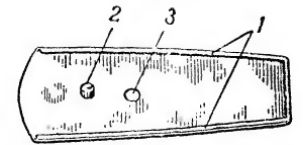

Рис. 44. Крышка магазина:
45. Крышка магазина (рис. 44) служит нижней стенкой коробки магазина. Она имеет: боковые загибы для соединения с коробкой; цилиндрический выступ для соединения с защелкой; отверстие для выколотки, при помощи которой разъединяется защелка с крышкой при разборке магазина.